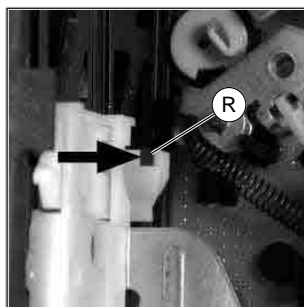
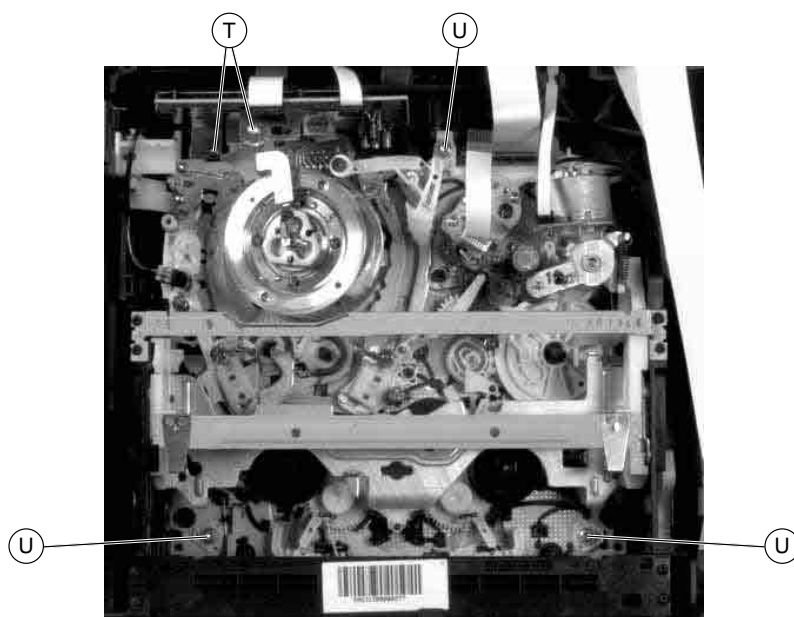

Fig. 12
Fig. 14
- Retirez les vis (T), débranchez les connecteurs et retirez l'ampli de têtes par le haut (Fig. 14).
- Défaire les verrous (R) (Fig. 12) et (S) (Fig. 13) du logement de cassette et pousser celui-ci suffisamment vers l'intérieur pour rendre les vis (U) (Fig. 14) accessibles.
- Dévisser les vis (U) (Fig. 14) et débrancher les connecteurs de liaison avec les étages électroniques si nécessaire.
- Undo the screws (T), unplug the connectors and raise the Head Amplifier Board to remove it (Fig. 14).
- Release the locks (R) (Fig. 12) and (S) (Fig. 13) of the cassette compartment and move it inwards to gain access to the screws (U) (Fig. 14).
- Undo the screws (U) (Fig. 14) and unplug the connectors to the electronics if necessary.